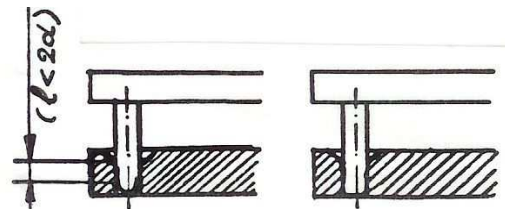

Fig. 24
- wanneer om constructieve redenen (wegens centrering bijvoorbeeld een gat lengte +2d) allebei niet mogelijk is, schuin dan in ieder geval het gat af. (zie fig. 24)